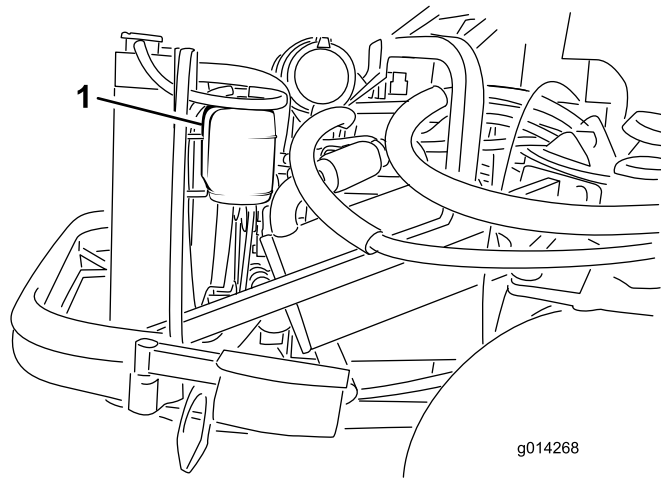

Figura 44
1. Compruebe el nivel de refrigerante en el depósito de expansión (Figura 44). El nivel del refrigerante debe estar entre las marcas en el lateral del depósito.